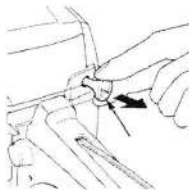

Рис. 5.2.1
2) Вытяните рычаг воздушной заслонки в (положение полностью закрыто  закр.). См. рис. 5.2.1